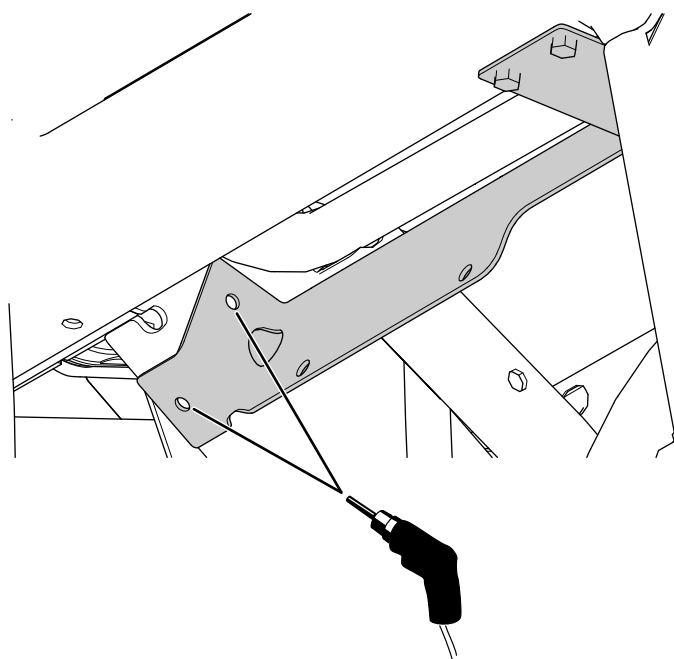

Bild 26
- C. Verwenden Sie die Heizungshalterung als Schablone und bohren Sie zwei Löcher (5/16") in die Armaturenbretthalterung (**Bild 26**).